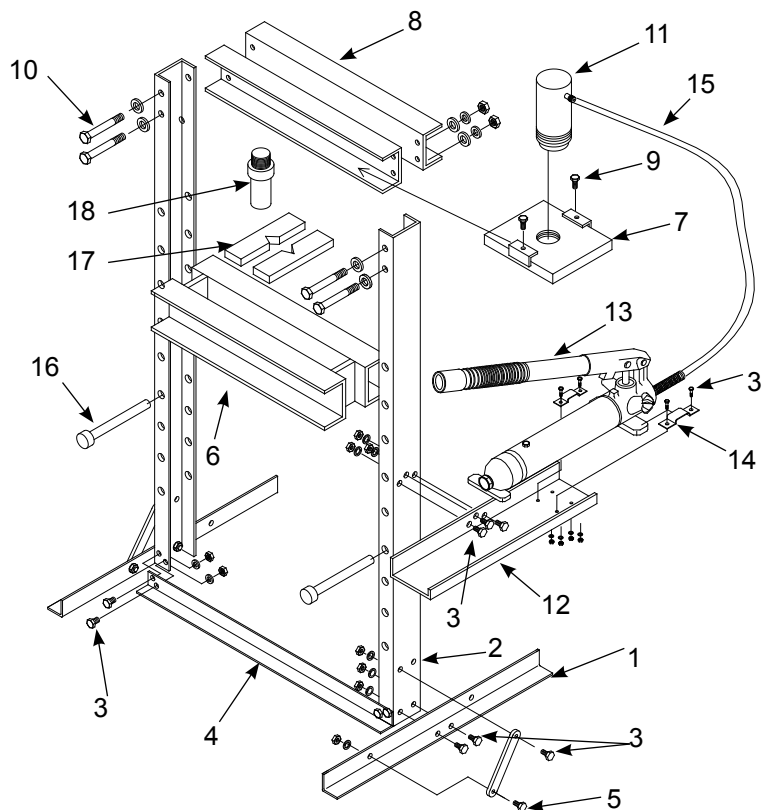

Figure 5 - Illustration d'assemblage des modèles 60123 et 60253
**Modèles 60123 et 60253 :** (voir figure 5).
- Fixez les pattes de la base (1) aux profilés en C debout (2) avec des boulons, des rondelles de blocage et des écrous (3). Serrez-les seulement à la main.
- Fixez la traverse inférieure (4) aux profilés en C debout (2) avec des boulons, des rondelles de blocage et des écrous (3).
- Fixez les tiges de support (5) aux pattes de la base (1) et aux profilés en C (2) avec des boulons, des rondelles de blocage et des écrous (3).
- Glissez le cadre du banc (6) le plus possible vers le bas entre les profilés en C (2).
- Glissez la plaque supérieure (7) sur les traverses supérieures (8). Ensuite, fixez-la à l'aide de boulons (9).
- Fixez l'assemblage des traverses supérieures (8) aux profilés en C debout (2) avec des boulons, des rondelles plates, des rondelles de blocage et des écrous (10).
- Vissez le piston (11) sur la plaque supérieure (7) assemblée avec les traverses supérieures (8).
- Fixez le support de la pompe (12) aux profilés en C debout (2) avec trois boulons, les rondelles de blocage et les écrous (3).